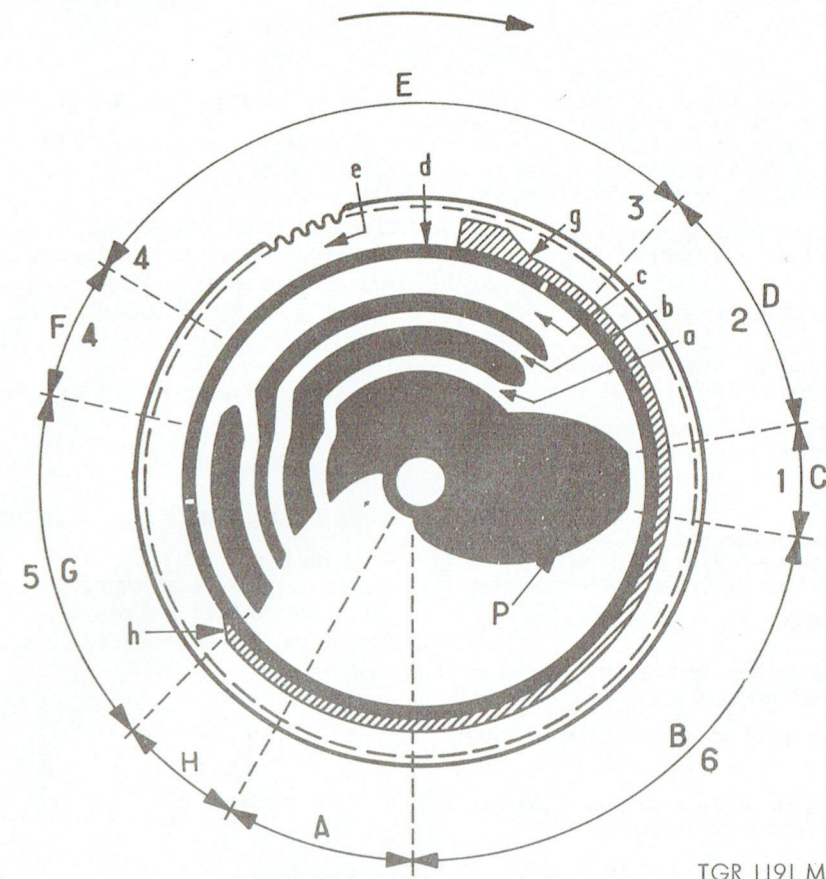
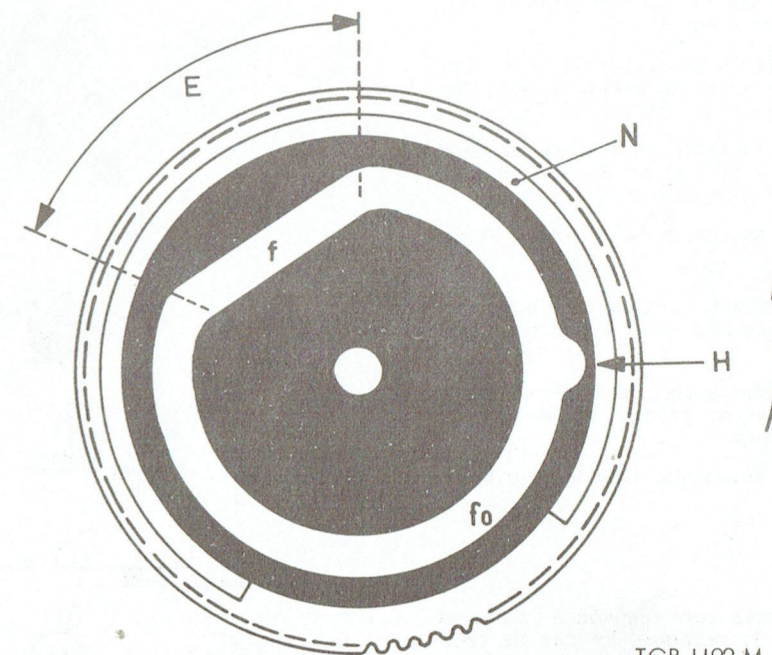

fig. 2
fig. 3
a) A la fin du disque, la palette mobile 61 repousse le crochet de blocage 69 vers l'intérieur. Celui-ci entre en contact avec le crochet palpeur 42 qui est mû par la bague excentrée 31 fixée sous le plateau. Le crochet de blocage fait pivoter l'extrémité gauche de la plaque 93 vers l'avant, débloque l'axe du rouleau 90 et amène la poulie de friction 67 en contact avec l'axe du moteur. Le pignon de la roue 67 fait tourner le tambour de commande 89, le rouleau 90 sort du cran d'arrêt H, suit la piste fo, f et maintient le contact entre poulie 67 et axe moteur (fig. 3).
b) La goupille du support élévateur 81 est tirée par le ressort 82 contre le profil N, de la face inférieure du tambour de commande (fig. 3), prévu pour régler les mouvements verticaux du bras de lecture.
c) Le bras est soulevé puis se déplace vers l'extérieur par l'intermédiaire du petit axe, rivé sous la plaque 62, qui est poussé par la came centrale P contre le bord intérieur de la couronne "d" (côté supérieur du tambour de commande, fig. 2-B).
d) Au moment où le bras est revenu au-dessus du support 75 et commence à descendre, la broche 88, de l'étrier basculant 87, qui est appuyée sur la piste "e" est écartée par la couronne "h" (fig. 2) et fait tourner légèrement l'étrier 87 qui repousse vers l'avant (par la patte A) la barrette 43 dont la patte B bloque le bras de lecture. Lorsque la broche 88 arrive au point "g" (fig. 2) elle fait tourner à fond l'étrier 87 qui pousse plus loin la barrette 43 : la patte C débraye la roue intermédiaire, la patte D déclenche l'interrupteur réseau et le crochet K se fixe sur l'ergot du bouton 72.
En même temps le rouleau 90 s'engage dans le cran d'arrêt H (fig. 3) de sorte que la plaque 93 est rappelée par le ressort 94 et que la poulie de friction 67 est dégagée de l'axe du moteur et bute contre le bouchon de freinage 55.
et fait pivoter la plaque 93 qui amène la poulie de friction 67 en contact avec l'axe du moteur. Le tambour de commande 89 est entraîné, le rouleau 90 sort du cran d'arrêt et suit la piste creuse fo du côté inférieur du tambour. Le bras de lecture est soulevé par l'élévateur 81 et sa goupille qui suit la piste N, puis il commence à tourner (fig. 3 et 2).
Si le bras de lecture n'est pas retenu par un disque de diamètre supérieur à 17,5 cm, le petit axe de la plaque 62, qui entraîne le bras, suit le profil de la came centrale P jusqu'à la piste creuse "a" parce que la broche 88 est soulevée et que le ressort 63 entre en contact avec le bord intérieur relevé de la couronne "d" (fig. 2).
Si le palpeur de diamètre, prévu sur le bras, touche le bord d'un disque de 25 ou 30 cm le petit axe de la plaque 62 s'engage dans la piste creuse correspondante, respectivement "b" ou "c" (fig. 2, section D).
Ainsi est déterminé l'endroit de pose pour les différents diamètres de disques. Vers la fin des rainures "a", "b" ou "c" le bras est amené un peu plus vers l'intérieur pour corriger la différence de diamètres entre la pointe de l'aiguille et le palpeur (fig. 2, F).
Il se pose sur le disque et devient libre quand l'axe de la plaque 62 sort des rainures (fig. 2, H).
Les opérations décrites pour la commande manuelle (§ II a-b-c) se reproduisent, mais la broche 88 de l'étrier basculant étant soulevée par la tige 71 n'est pas commandée par la couronne "h, g" (fig. 2) pendant le cycle du tambour de commande 89. Lorsque le rouleau 90 passe dans la partie "f" de la piste creuse (fig. 3), sous le tambour, l'ensemble 91 pousse les équerres 68 et 56.
- l'équerre 46 est ramenée vers l'avant, soulevant ainsi la tige 71 et l'extrémité droite de l'étrier basculant 87 qui met en contact la broche 88 avec la piste "e" (fig. 2);